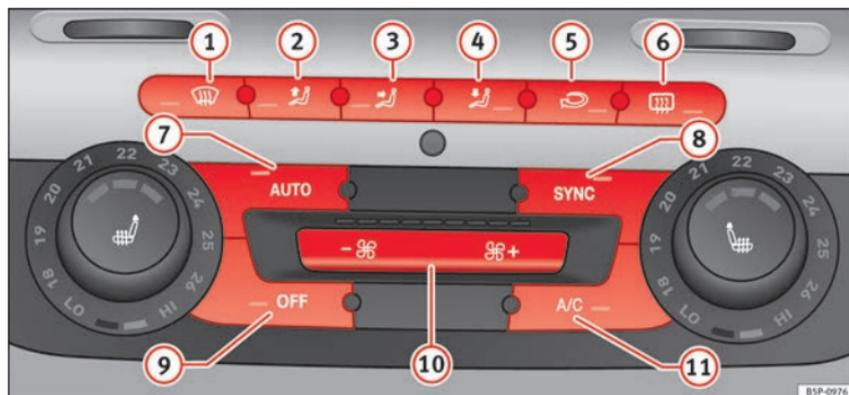

Fig. 120 Comandi del Climatronic 2C nel quadro strumenti
– Premere uno dei tasti compresi tra **» fig. 120 ①** e **⑤** oppure i tasti della ventola **⑩**. La funzione selezionata compare nel display della radio o del navigatore.
– Il ricircolo dell'aria si attiva e si disattiva premendo il tasto **↻** **» fig. 120 ⑤**. La funzione risulta attiva quando sul display appare il simbolo **↻**.